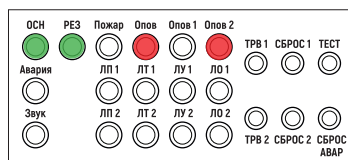

Рис. 40. Пример индикации на двухзональном БРО при воспроизведении тревожного сообщения в зону 1
- на двухзональном блоке речевого оповещения оптические индикаторы «ПИТАНИЕ ОСН», «ПИТАНИЕ РЕЗ», «ОПОВЕЩ» и «ОПОВЕЩ1» и/или «ОПОВЕЩ2» (в зависимости от выбранной зоны) горят ровным свечением, индикатор «ПОЖАР» и индикаторы группы АВАРИЯ выключены (рис. 40).
Во время трансляции оптические индикаторы «ПИТАНИЕ ОСН», «ПИТАНИЕ РЕЗ», индикатор «ОПОВЕЩ» на БРО и БР горят ровным свечением, индикаторы «АВАРИЯ» и «ПОЖАР» (на БРО) выключены. Встроенный звуковой сигнализатор выдает повторяющийся короткий однотональный сигнал (рис. 40, 42).